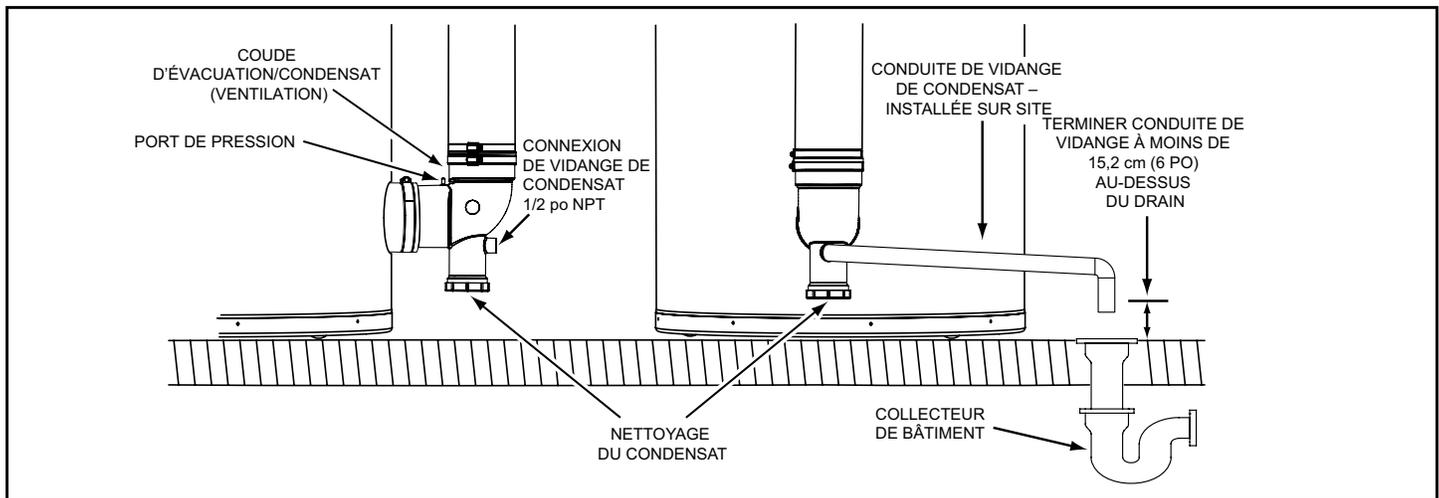

Figure 53. Installation de la vidange de condensat
2. Installer une conduite de vidange de condensat de 1/2 pouce en PVC entre le raccord de vidange de condensat sur le coude d'évacuation/condensat et un collecteur d'immeuble adéquat. La conduite de condensat doit être inclinée vers un collecteur ouvert. Voir *Figure 53*.
3. Terminer la tuyauterie de vidange de condensat par un coude au-dessus du collecteur. S'assurer que toute décharge sort de la conduite de vidange de condensat à moins de 15,2 cm (6 po) au-dessus d'un collecteur d'immeuble adéquat, ou à l'extérieur du bâtiment. Voir *Figure 53*.
4. S'assurer que le tuyau de vidange du condensat n'est pas élevé au-dessus du connecteur de vidange de condensat sur le coude d'évacuation/condensat. Voir *Figure 53*.
S'assurer que tout le tuyau de gaz est propre à l'intérieur avant l'installation. Pour piéger toute poussière ou objets étranger présents dans la conduite d'approvisionnement de gaz, un collecteur d'impuretés devra être incorporé à la tuyauterie, comme illustré à la **Figure 53**. Le collecteur d'impuretés doit être facilement accessible et ne pas être exposé au gel. Installer conformément aux recommandations de la compagnie du gaz locale.
6. Installer un piège à sédiments comme illustré à la *Figure 53* (page 37).
7. Installer un robinet d'arrêt de gaz principal sur la conduite d'arrivée de gaz comme illustré à la *Figure 53* (page 37).
1. Pour les pressions d'essais supérieures à 3,45 kPa (0,5 psi), débrancher le chauffe-eau et son robinet d'arrêt de gaz principal du système de tuyauterie d'alimentation en gaz pendant les contrôles. Voir *Figure 53* (page 37). La conduite d'arrivée de gaz doit être bouchée lorsqu'elle est débranchée du chauffe-eau.